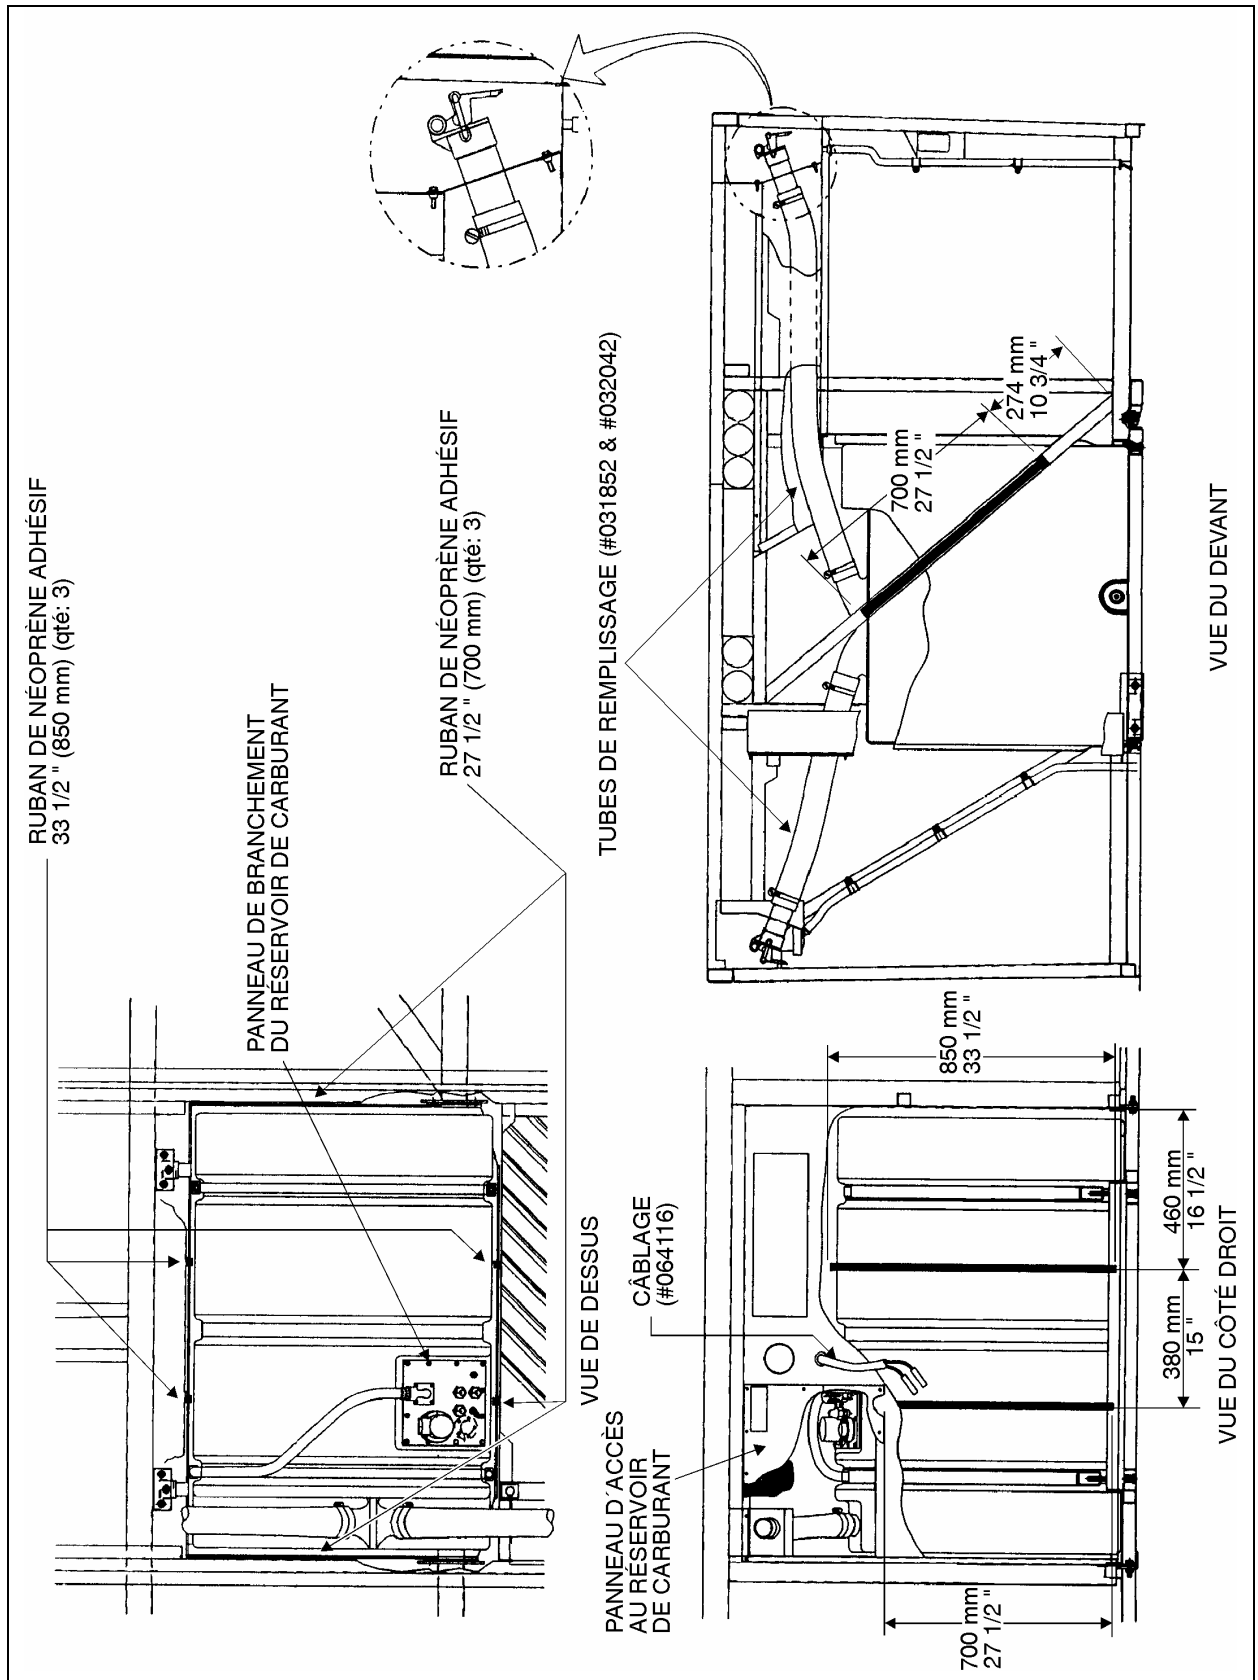

FIGURE 1: RESERVOIR DE CARBURANT EN POLYETHYLENE
5. Couper le ruban de néoprène adhésif (Prévost #506007) à la longueur appropriée (33½" (850 mm), Qté:3; 27½" (700 mm), Qté: 3). Vaporiser un adhésif en aérosol aux endroits appropriés sur les murs de la section du réservoir à carburant (Fig. 1). Installer le ruban de néoprène sur les murs de la section du réservoir.